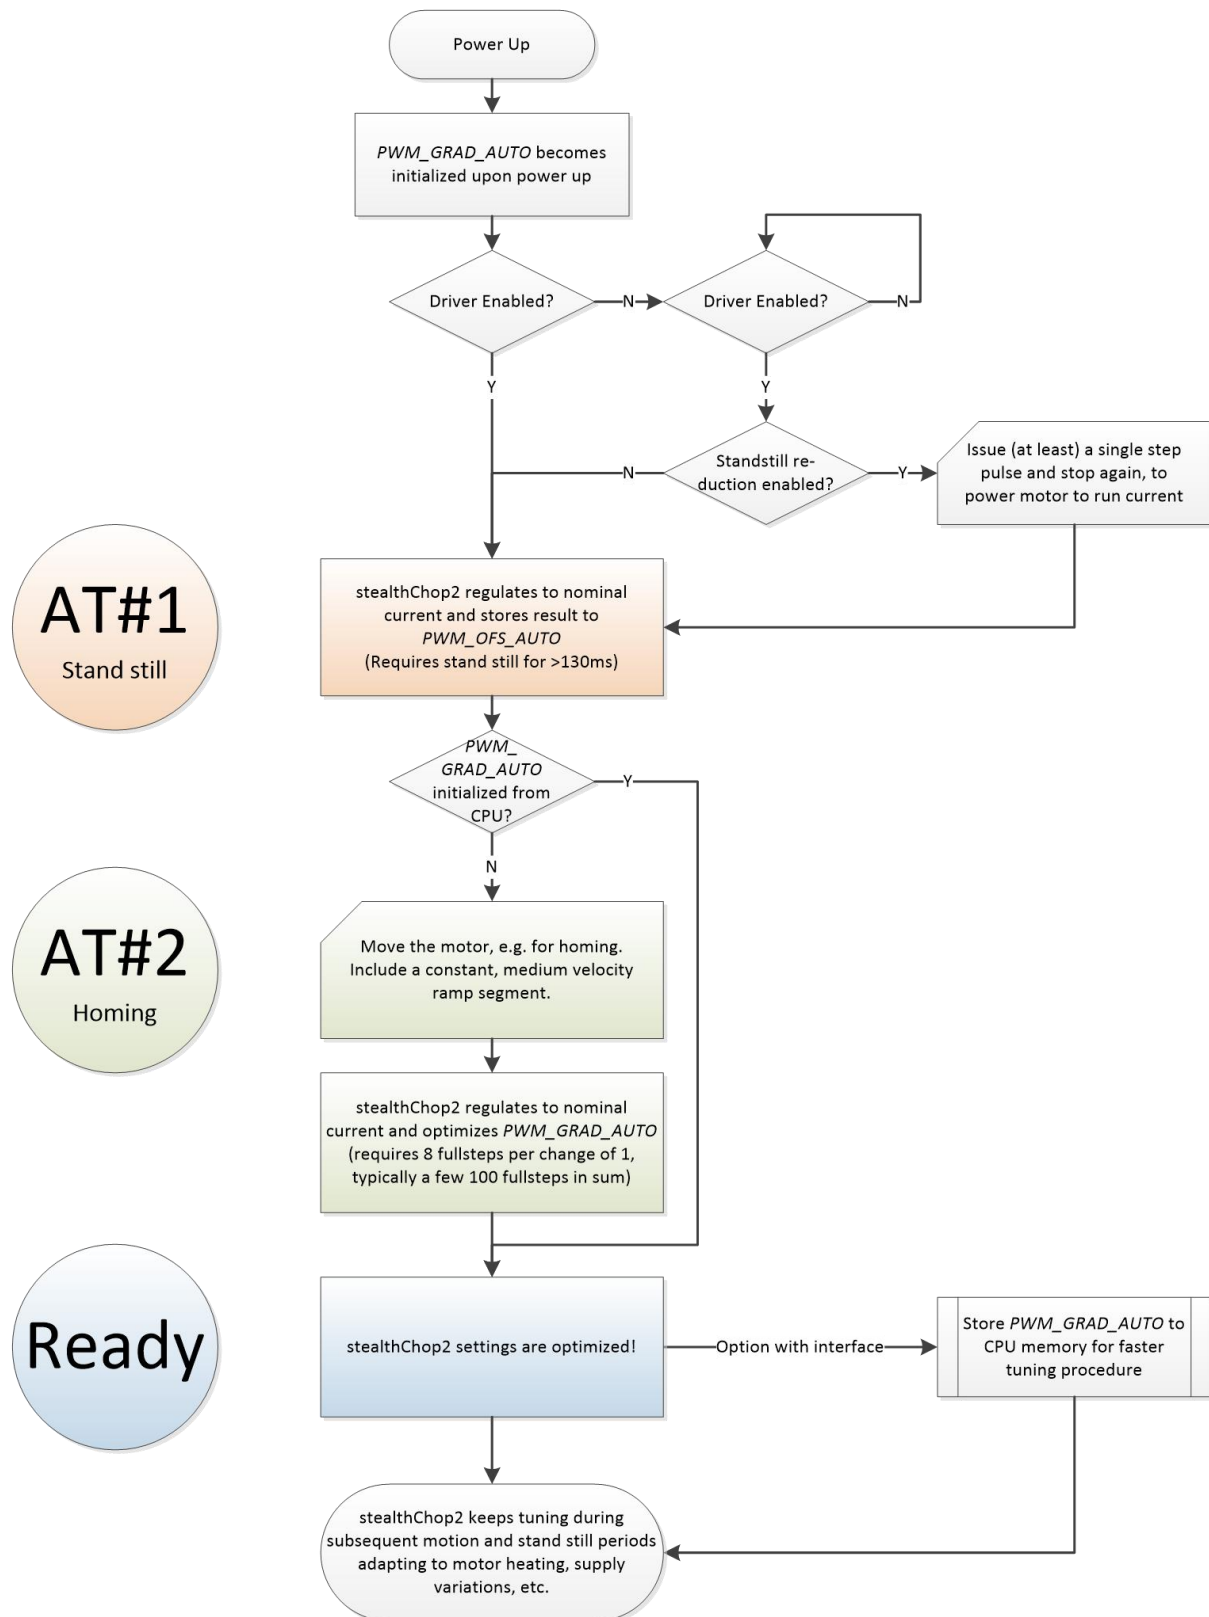

图 6.2 StealthChop 2 自调节步骤
StealthChop 2 集成了参数自调整 (AT) 过程，可自动调整电机最重要的运行参数。通过这种方式，电机在 StealthChop 2 模式下能保持高的动态特性，并支持降低电机供电电压产生非常低的电流。为了获得最佳效果，运动控制器只需执行两个步骤：第一步，上电后，电机处于静止状态，电流设置成运行电流 (AT#1)。第二步，以中等速度运行电机，也可以作为归零的一部分 (AT#2)。图 6.2 显示了这个自调整流程。